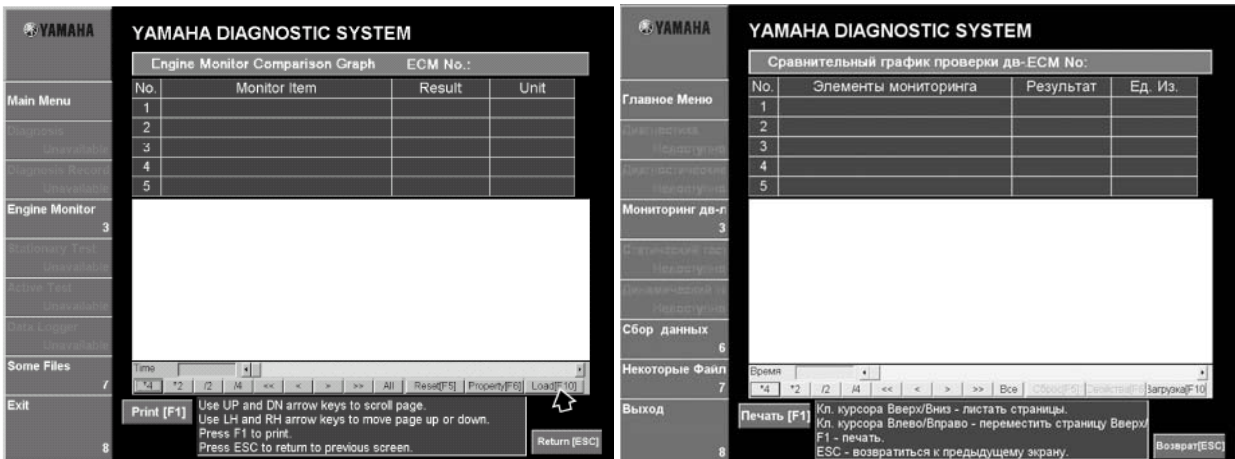

Рис. 61
4. Щелкнуть Загрузка[F10]( Load [F10]), или нажать клавишу F10. (Рис. 61)